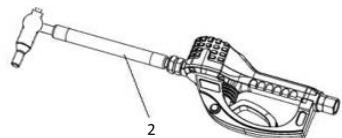

FIG. 3
- Skru slangen med dyse (2) ind i målerens udløb med mindst tre drejninger (FIG. 3). Undlad at anvende en drejelås eller en manuel lukkedyse. Du skal anvende en automatisk dyse på måleren, ellers kan måleren blive skadet.